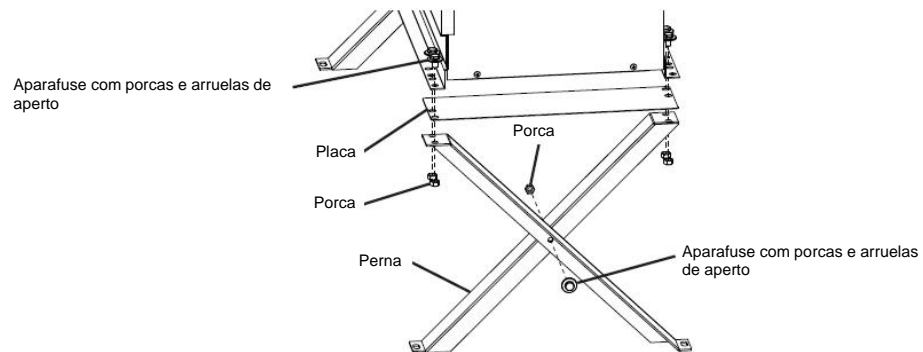

Fig. 11
- 1) Monte dois jogos de pernas usando os parafusos e porcas fornecidos. Ver Fig. 11.